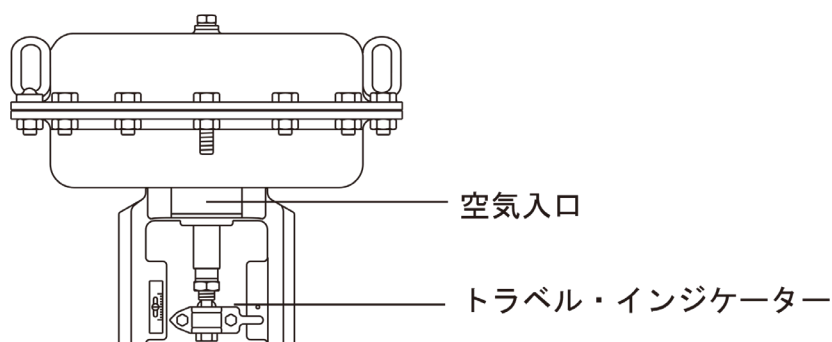

図 10
2. 空圧式制御弁の場合既存の空気接続を取り外し別の圧搾空気をアクチュエーターに接続します（圧力は 0.6MPa(g) (87psi g) を超えないでください）。バルブを完全に開いた後空気を抜きながらアクチュエーターを閉じさせます。元の配管を再び接続します（図 10）。